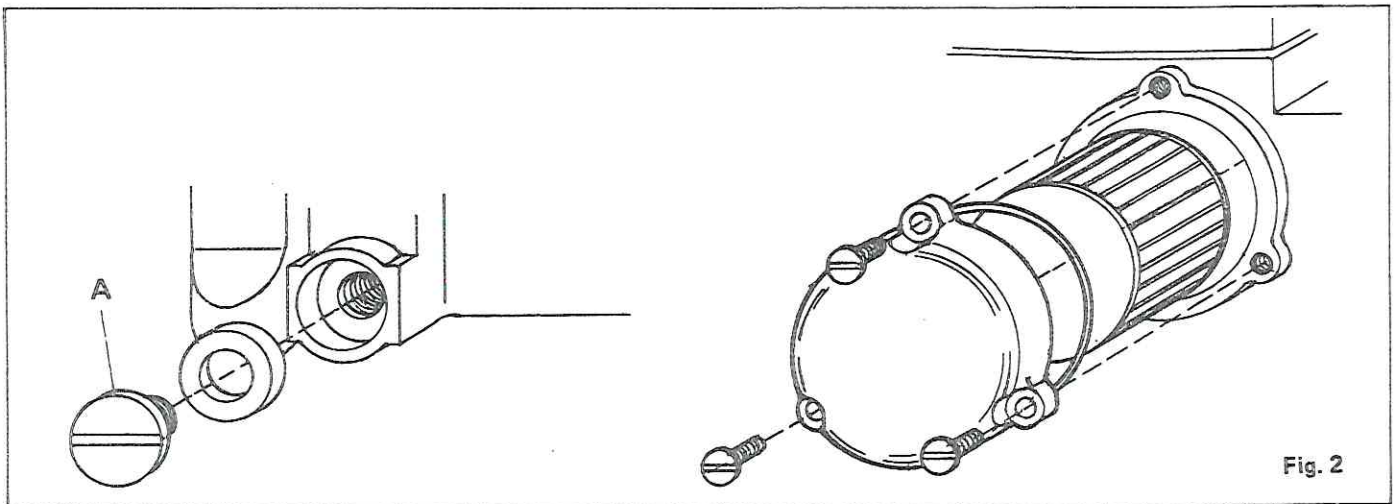

Fig. 2
(2) Drainage Fig. 2
Vaciado del aceite. Fig. 2
Vidange Fig. 2